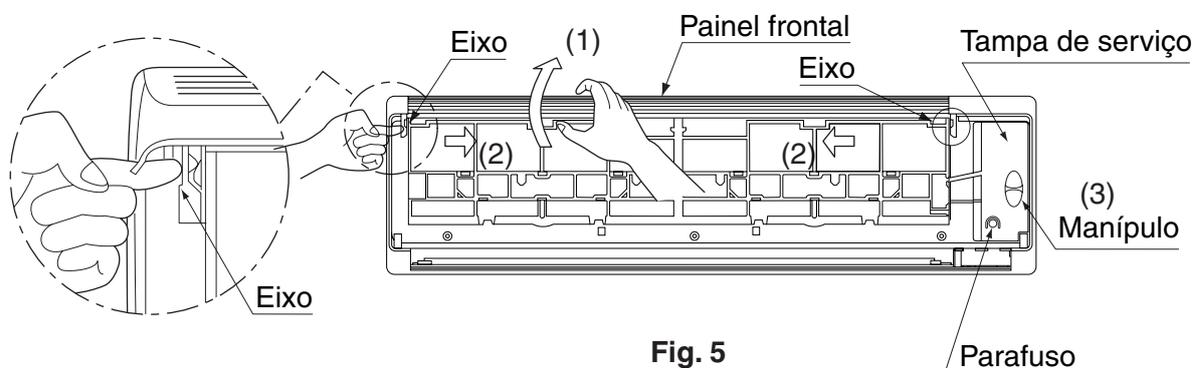

Fig. 5
(4) Retire o painel frontal e a tampa de serviço. (Consulte a Fig. 5)